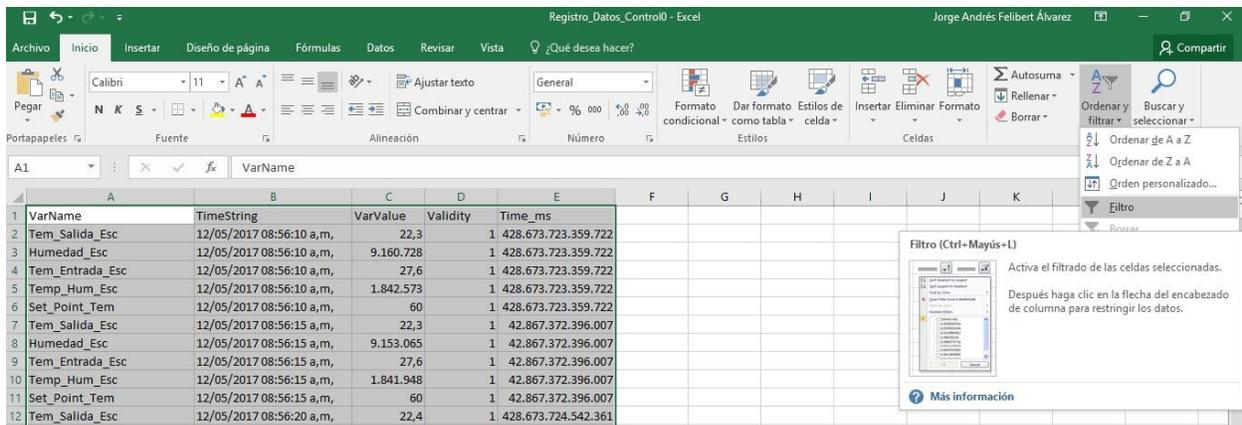

Imagen 25.
6.3. Una vez abierto, notará que los datos se encuentran distribuidos en 5 columnas y las variables se encuentran mezcladas en la columna “VarName”. A su derecha se reporta la fecha y hora de generación del dato y luego el valor del mismo. Para poder escoger la variable que necesita, seleccione todos los datos y haga clic en “Ordenar y filtrar” y posteriormente en “Filtro”. (Ver imagen 25)